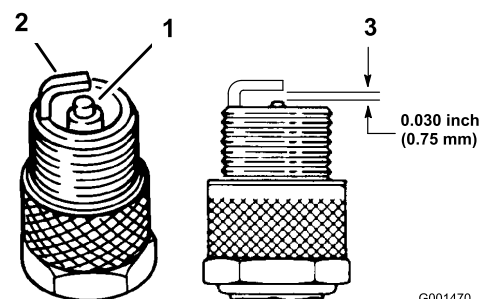

Figure 26
- Examinez le centre des bougies (Figure 26). Si le bec de l'isolateur est recouvert d'un léger dépôt gris ou brun, le moteur fonctionne correctement. S'il est couvert d'un dépôt noir, c'est généralement signe que le filtre à air est encrassé.
3. Contrôlez l'écartement entre l'électrode centrale et l'électrode latérale (Figure 26). Courbez l'électrode latérale (Figure 26) si l'écartement est incorrect.
3. Connectez les bougies (Figure 26).